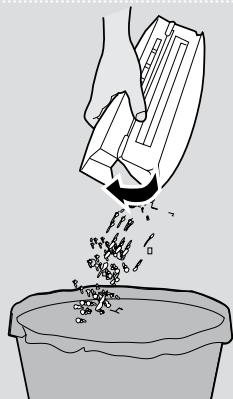

Fig. 18
2. Tenere il contenitore della polvere sopra un contenitore dello sporco. **[Fig. 18]**